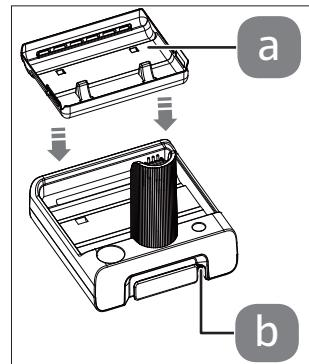

Fig. 4 – Base di carica
- ▶ Inserire la spina cava dell'alimentatore in dotazione nella presa di collegamento (b) sul lato posteriore della base di carica (**vedere Fig. 4**).